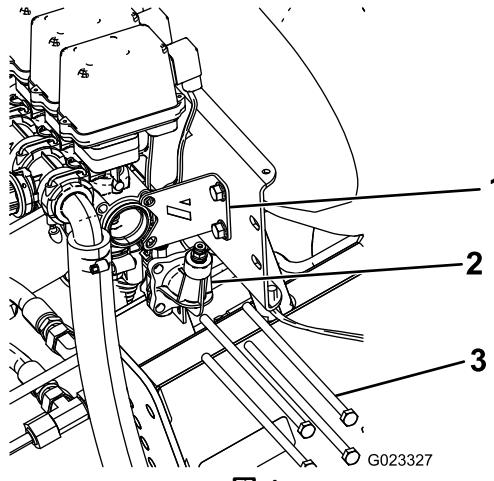

図 1
- 水圧ゲージポートをブームバルブに取り付けている長いボルト4本を外して廃棄する図1。平ワッシャとロックナットは捨てないこと。
3. スタビライジング・ブラケットをバルブ・センブリに固定しているボルトとナット2組を外して保管する図1。